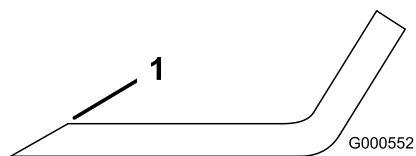

Figure 52
1. Au moyen d'une lime, aiguisez les tranchants aux deux extrémités de la lame (Figure 52).